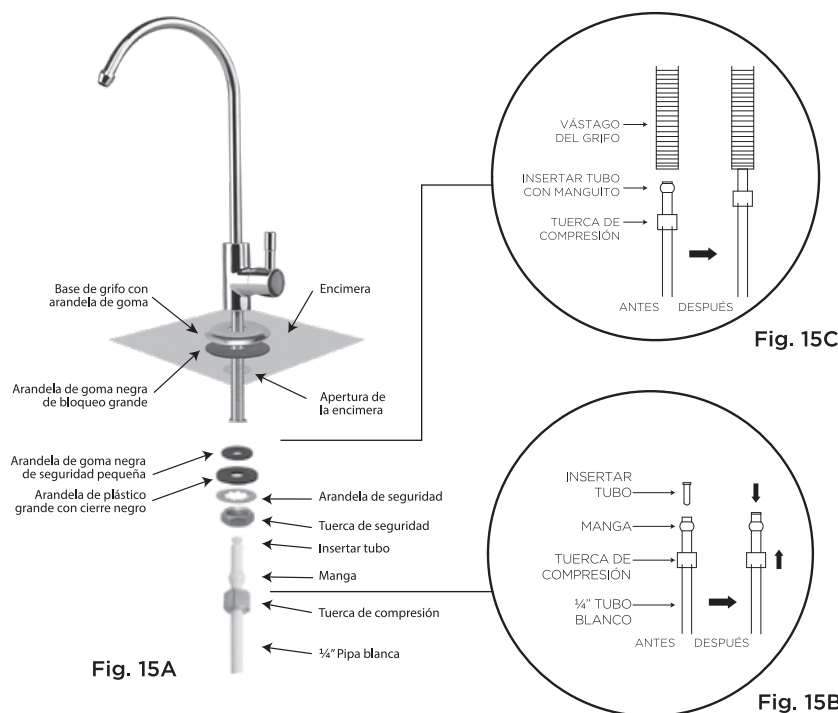

Fig. 15A
1. Inserte la base del grifo con la arandela de goma y la arandela de goma grande en la parte roscada. Luego, inserte el grifo junto con las dos arandelas en el orificio **DESDE ARRIBA**. Ahora, inserte la arandela de goma pequeña, la arandela de plástico, la arandela de seguridad y la contratuerca **DESDE ABAJO** en la parte roscada del grifo, en el orden que se muestra en la **Fig. 15A**.
3. Inserte el tubo en el grifo, empújelo y luego apriete la tuerca de compresión en el grifo, como se muestra en la **Fig. 15A y C**.